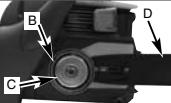

Abb. 4B
2. Påsæt kæde den rundt om svær rdet og drivakslen. Vær opmærksom på at drivledet sidder korrekt og tager ved. (Fig. 4B).
3. Når drivledet sidder korrekt på drivakslen trækkes kæden hen over sværdet. Kæden hænger på undersiden. Dette er normalt (Fig. 4B).